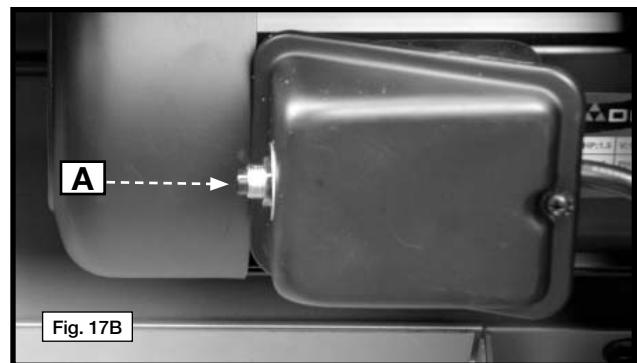

Fig. 17B
Le moteur du tambour est doté d'un bouton de réinitialisation du relais de surcharge. Si le moteur refuse de démarrer en raison d'une surcharge ou d'une faible tension, mettre les deux interrupteurs sur arrêt (OFF). Laisser refroidir le moteur pendant 3 à 5 minutes, puis appuyer sur le bouton de réinitialisation (A), Fig. 17B. Démarrer l'appareil.